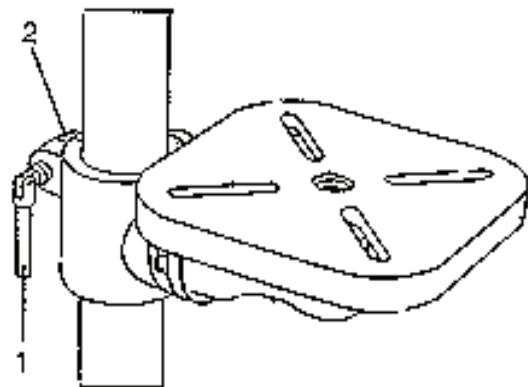

Abb. 8
10. Stecken Sie den Säulen-Arretierhebel (1) in den Tisch-Befestigungsarm (2) (Abb. 8)